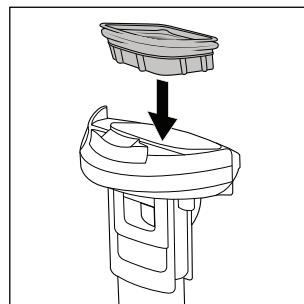

Rys. 26
- ◆ W razie potrzeby wyczyść miejsce zamocowania zbiornika na brudną wodę 2 w urządzeniu, używając do tego wilgotnej szmatki lub chusteczki (patrz rys. 26).